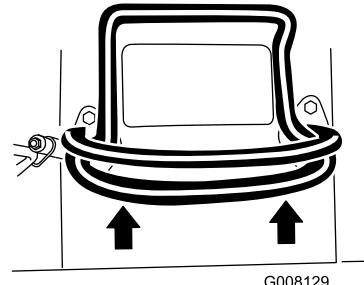
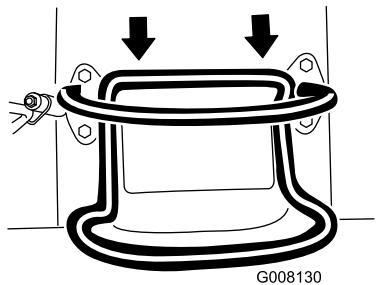

Figure 6
Figure 7
- Pour vous déplacer en marche avant, poussez la commande de déplacement en avant (Figure 6).
- Pour vous déplacer en marche arrière, tirez la commande de déplacement en arrière (Figure 7). **Regardez derrière vous lorsque vous faites marche arrière et gardez toujours les mains sur la barre de référence (Figure 6).**